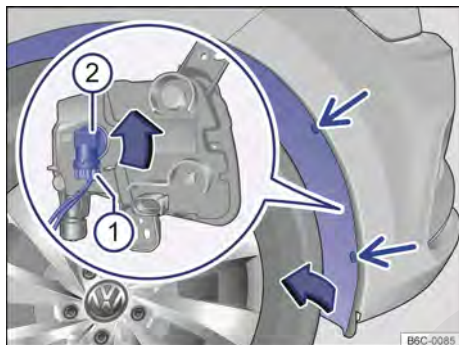

Fig. 130 En la caja de la rueda delantera: acceso a la bombilla del farol de neblina.
2. Retirar los tornillos de fijación del guardabarros → fig. 130 (flechas) con la ayuda de un destornillador.
5. Desencajar el conector de alimentación de la lámpara → fig. 130 (1), presionar al mismo tiempo, la traba de fijación del conector.
6. Girar el portalámparas → fig. 130 (2), en sentido antihorario hasta el tope y desencajarlo del alojamiento.
11. Encajar el conector de alimentación (1) en el portalámparas, el conector debe encajarse audiblemente.
13. Volver a colocar los tornillos de fijación → fig. 130 (flechas) y ajustarlos.